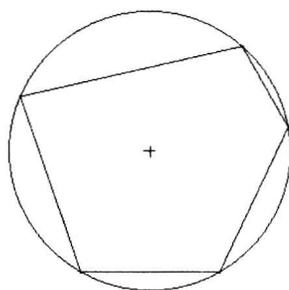

图 1-4 绘制五边形
- (2) 在圆内部绘制该圆的一个内接五边形, 如图 1-4 所示。